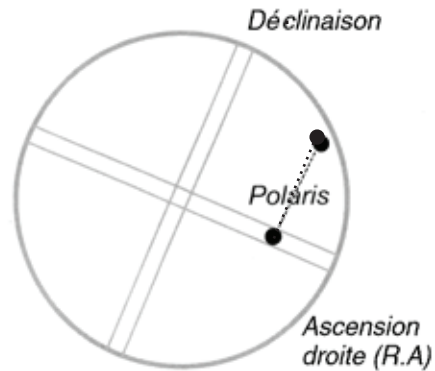

Figure 11. Réglez le télescope en déclinaison (avec la télécommande) pour placer l'étoile sur le réticule d'ascension droite.
7. À l'aide de la touche de direction de déclinaison de la télécommande, ajustez la déclinaison du télescope afin que Polaris se trouve sur le réticule d'ascension droite de l'oculaire à réticule éclairé (**figure 11**).